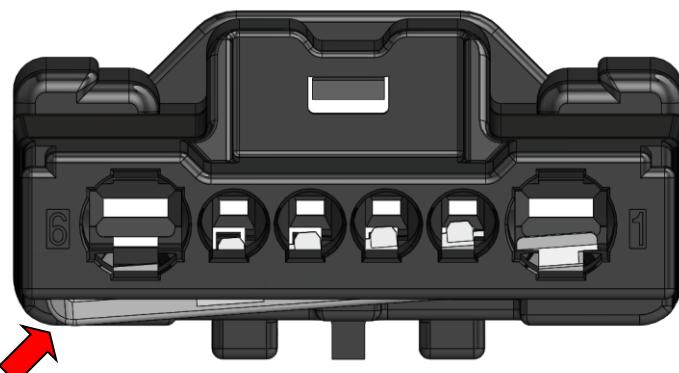

Figure 32 TPA positioned improperly - unacceptable / Double verrouillage mal positionné – non acceptable
- TPA should be in a fully set position, locked on both sides. Its function is jeopardized if it is not set and locked properly (see Figure 32);
- Le double verrouillage doit être verrouillé de chaque côté. Sa fonction est compromise s'il n'est pas fermé et verrouillé correctement (voir figure 32).